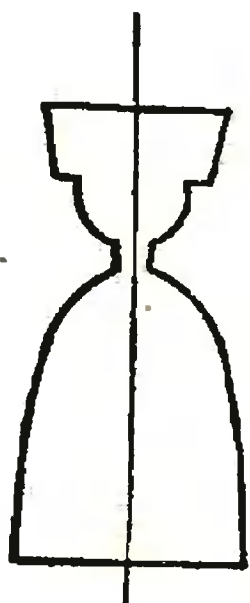

Рис. 3.
**МАЛЬЧИК В КАВКАЗСКОМ КОСТЮМЕ** (рис. 3) И **ДЕВОЧКА С КОСИЧКАМИ** (рис. 4) Обе фигурки вытачиваются из одной заготовки по указанным профилям. Косички девочки вы можете либо вставить в просверленные дырочки, либо укрепить на шпильке.